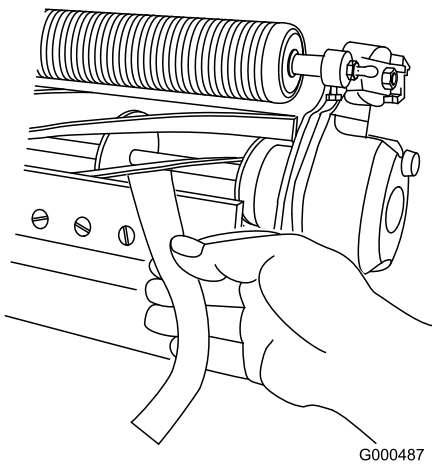

図 47
11. 切れ味確認用のペーパートロのパーツ番号 125-5610を一枚、リールと下刃との間に、下刃に対して直角になるように差し入れて、カuttingユニットの切れ味をテストする 図 47。ゆっくりとリールを回転させるこれで紙が切れれば合格である。